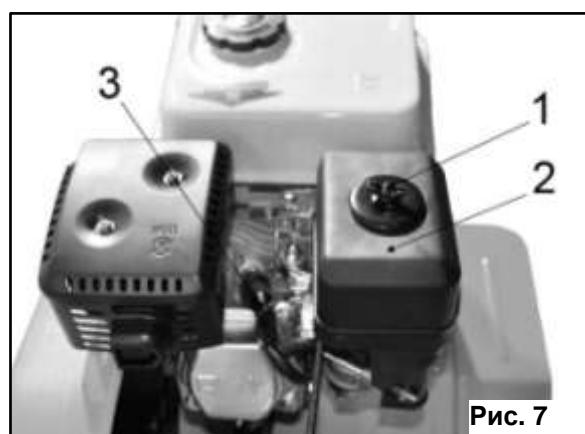

Рис. 7
- Открутите винт-фиксатор крышки воздушного фильтра (1) (См. Рис. 7).
- Снимите воздушный фильтр (2)(См. Рис. 7).
- Очистите поверхность около свечи зажигания (3)(См. Рис. 7).